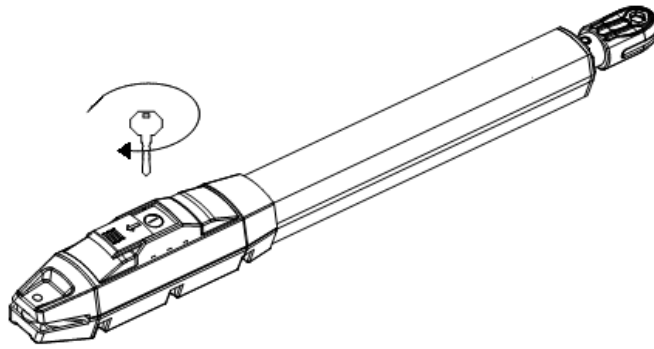

Figura 7
C) Înainte de instalare, vă rugăm să deblocați cele două mașini principale. Metoda de deblocare: Deschideți capacul cu eliberare manuală, introduceți cheia de eliberare manuală, rotiți cheia până când este eliberată, așa cum se arată în Figura 7, apoi rotiți brațul telescopic, veți constata că se întinde ușor manual.